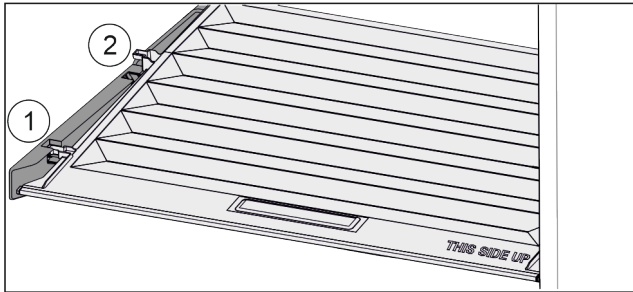

Fig. 101
- ▶ Deckel bis zur Öffnung in den Halteteilen nach vorne ziehen Fig. 101 (1).
- ▶ Hinten von unten anheben und nach oben wegnehmen Fig. 101 (2).